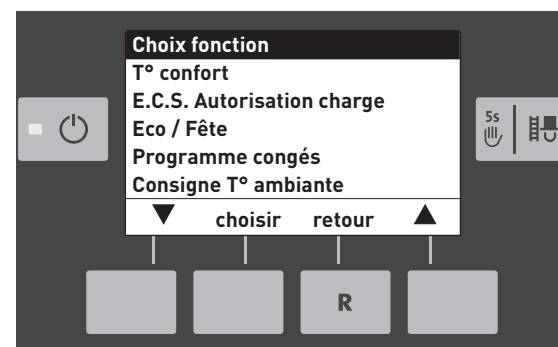

Fig. 26
- ▶ Sélectionner « Choix fonction » – Fig. 26.